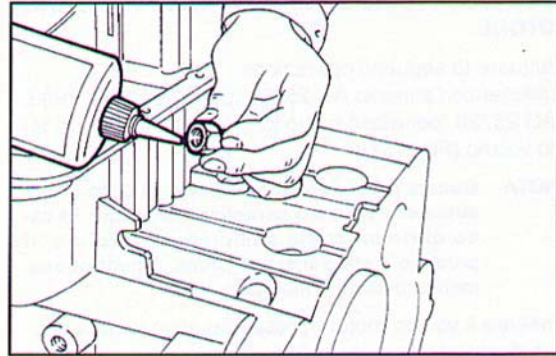

Fig. 153 ▲
- applicare il sigillante Loctite 971 sui piani di appoggio delle rondelle spianate e dei dadi ciechi posteriori di fissaggio (**Fig. 153**);
- apply a little Loctite 971 to the support planes of the flat washers and the rear blind locking nuts (**Fig. 153**);